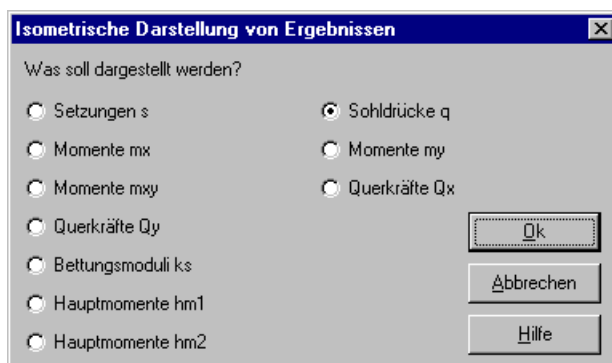

Bild 1-41 Optionsfeld "Isometrische Darstellung von Ergebnissen"
- Wählen Sie "Isometrische Darstellung von Ergebnissen" aus dem "Graphik"-Menü von *ELPLA-Graphik*. Das folgende Optionsfeld im Bild 1-41 erscheint